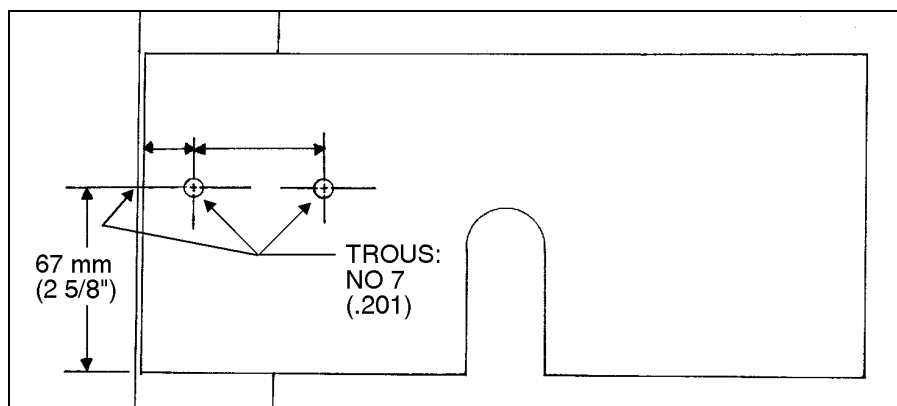

FIGURE 2
11. Marquer la position verticale des trous (Fig. 2) et, en utilisant le support comme gabarit, marquer la position horizontale des trois trous, puis percer les trous avec une mèche No 7 (.201). Installer le support en utilisant les trois vis autotaraudeuses (Prévost #500923) et les trois rondelles frein (Prévost #500473).